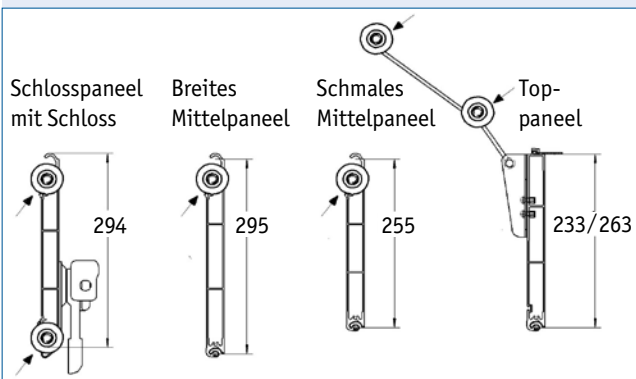

Abb. 3.2.2
- Schieben Sie die Laufrollen in die Kunststoffbuchsen. Die Rollen für das oberste Paneel (Toppaneel) werden in die Doppelrollenhalter gesteckt, hier werden zwei Rollen je Seite verwendet (Abb. 3.2.2).